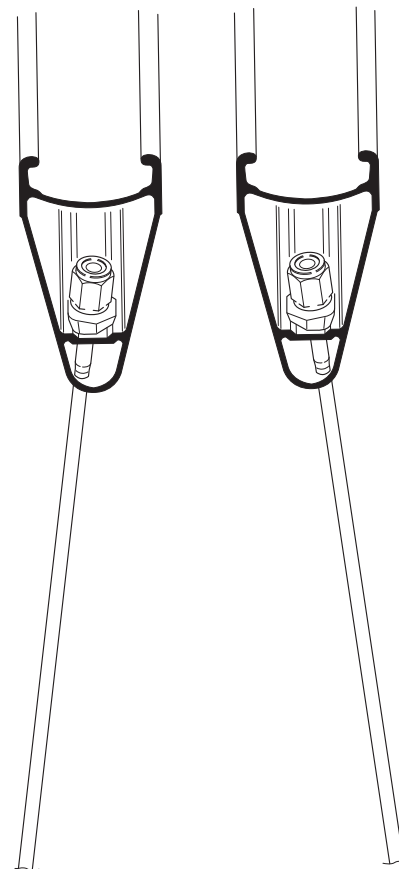

Fig. 53
- Position the plate in the special groove on the rim; when fitting a spoke on the LH side of the wheel, the long side of the plate must face leftwards and vice versa, as illustrated in Figure 53.
- Positionnez la plaquette dans la rainure prévue à cet effet sur la jante; si vous êtes en train de monter un rayon du côté gauche de la roue, le côté long de la plaquette devra être tourné vers la gauche, et vice-versa, comme illustré en figure 53.
- Das Plättchen in die auf der Felge vorgesehene Rille setzen; wird eine Speiche der linken Seite des Laufrads montiert, so muß die lange Seite des Plättchens nach links gerichtet sein und umgekehrt. Siehe dazu Abbildung 53.
- Plaats het plaatje in de speciale groef van de velg; indien u een spaak aan de linkerkant monteert dient de lange zijde van het plaatje naar links gericht zijn en omgekeerd, zoals afgebeeld in fig. 53.